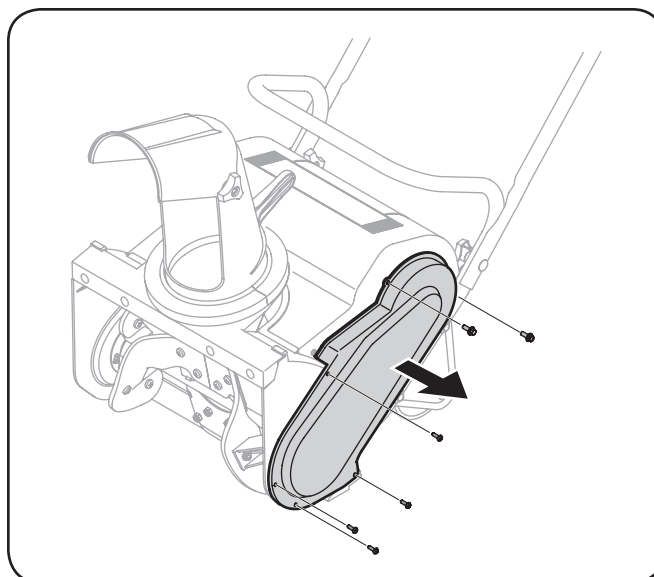

Figura 7-2
1. Desatornille los cinco tornillos que sujetan la cubierta de la correa al alojamiento de la barrena y extraiga la cubierta de la correa. Vea la Figura 7-2